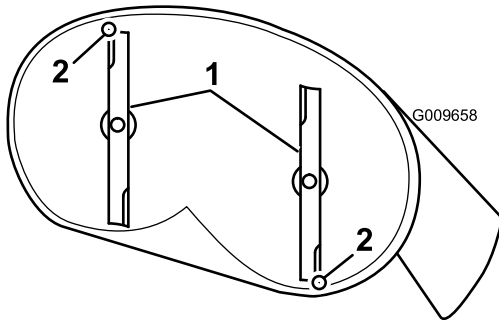
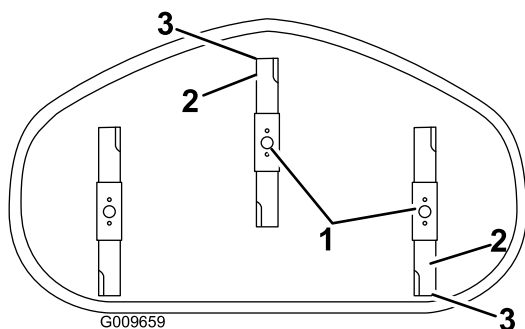

Figura 53
Figura 54
4. Gire cuidadosamente las cuchillas colocándolas en el sentido de avance de la máquina (Figura 53 y Figura 54).
5. Mida entre la punta de la cuchilla delantera y la superficie plana y entre la punta de la cuchilla trasera y la superficie plana (Figura 53 y Figura 54).
9. Después de realizar el ajuste, compruebe de nuevo la inclinación longitudinal, y siga ajustando la tuerca hasta que la punta de la cuchilla delantera esté entre 1.6 y 7.9 mm (1/16" y 5/16") más baja que la punta de la cuchilla trasera (Figura 53 y Figura 54).